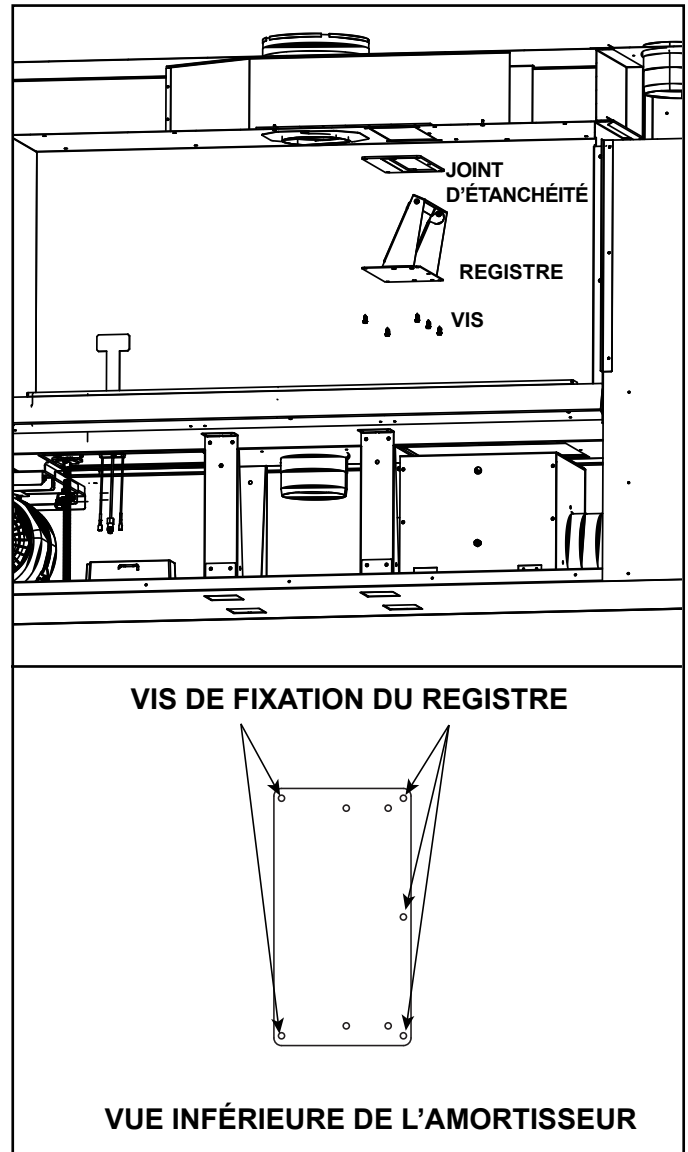

Figure 4.20 Remplacement du registre
4. Retirer les cinq vis extérieures qui maintiennent le registre en place. L'emplacement des vis est indiqué dans la figure 4.20. Soutenez le registre pendant que vous retirez la dernière vis.
5. Abaissez le clapet par le haut de la chambre de combustion en respectant son orientation. Voir la figure 4.20.
7. Insérez le nouveau registre dans l'ouverture située dans la partie supérieure de la cheminée. Fixez-le à l'aide de cinq vis. Voir la figure 4.20.